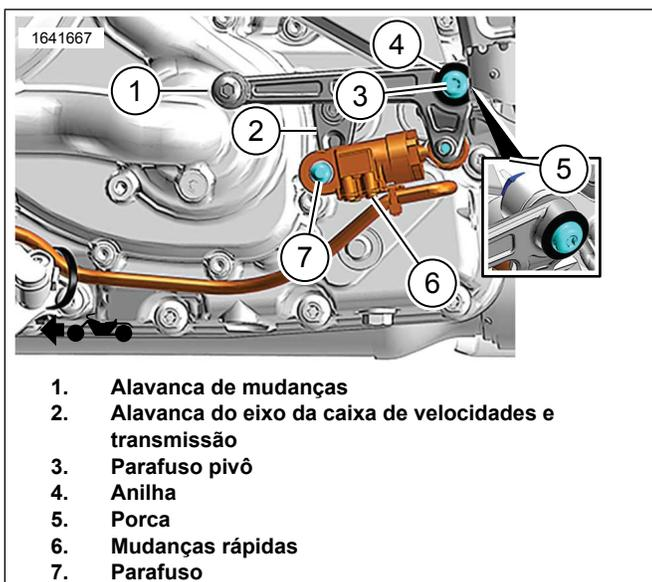

Figura 6. Instalação de Mudanças Rápidas
Ver a Figura 6. Monte a alavanca das mudanças (1) e as mudanças rápidas (6) na ligação ao quadro com o parafuso (3), anilha (4) e porca (5). Aperte.